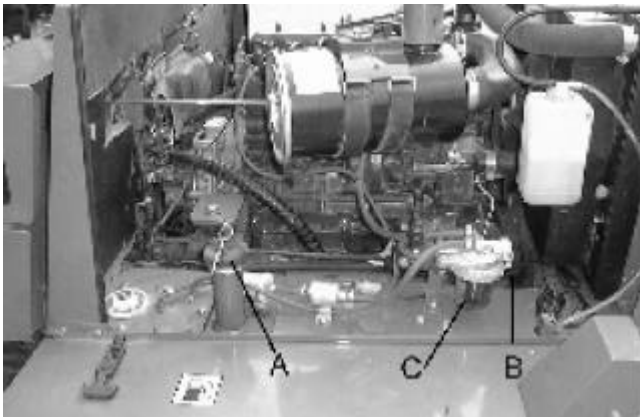

Fig.37
- a) Befestigungsring abschrauben, Filterelement (C Abb. 37) entfernen und umweltfreundlich entsorgen.